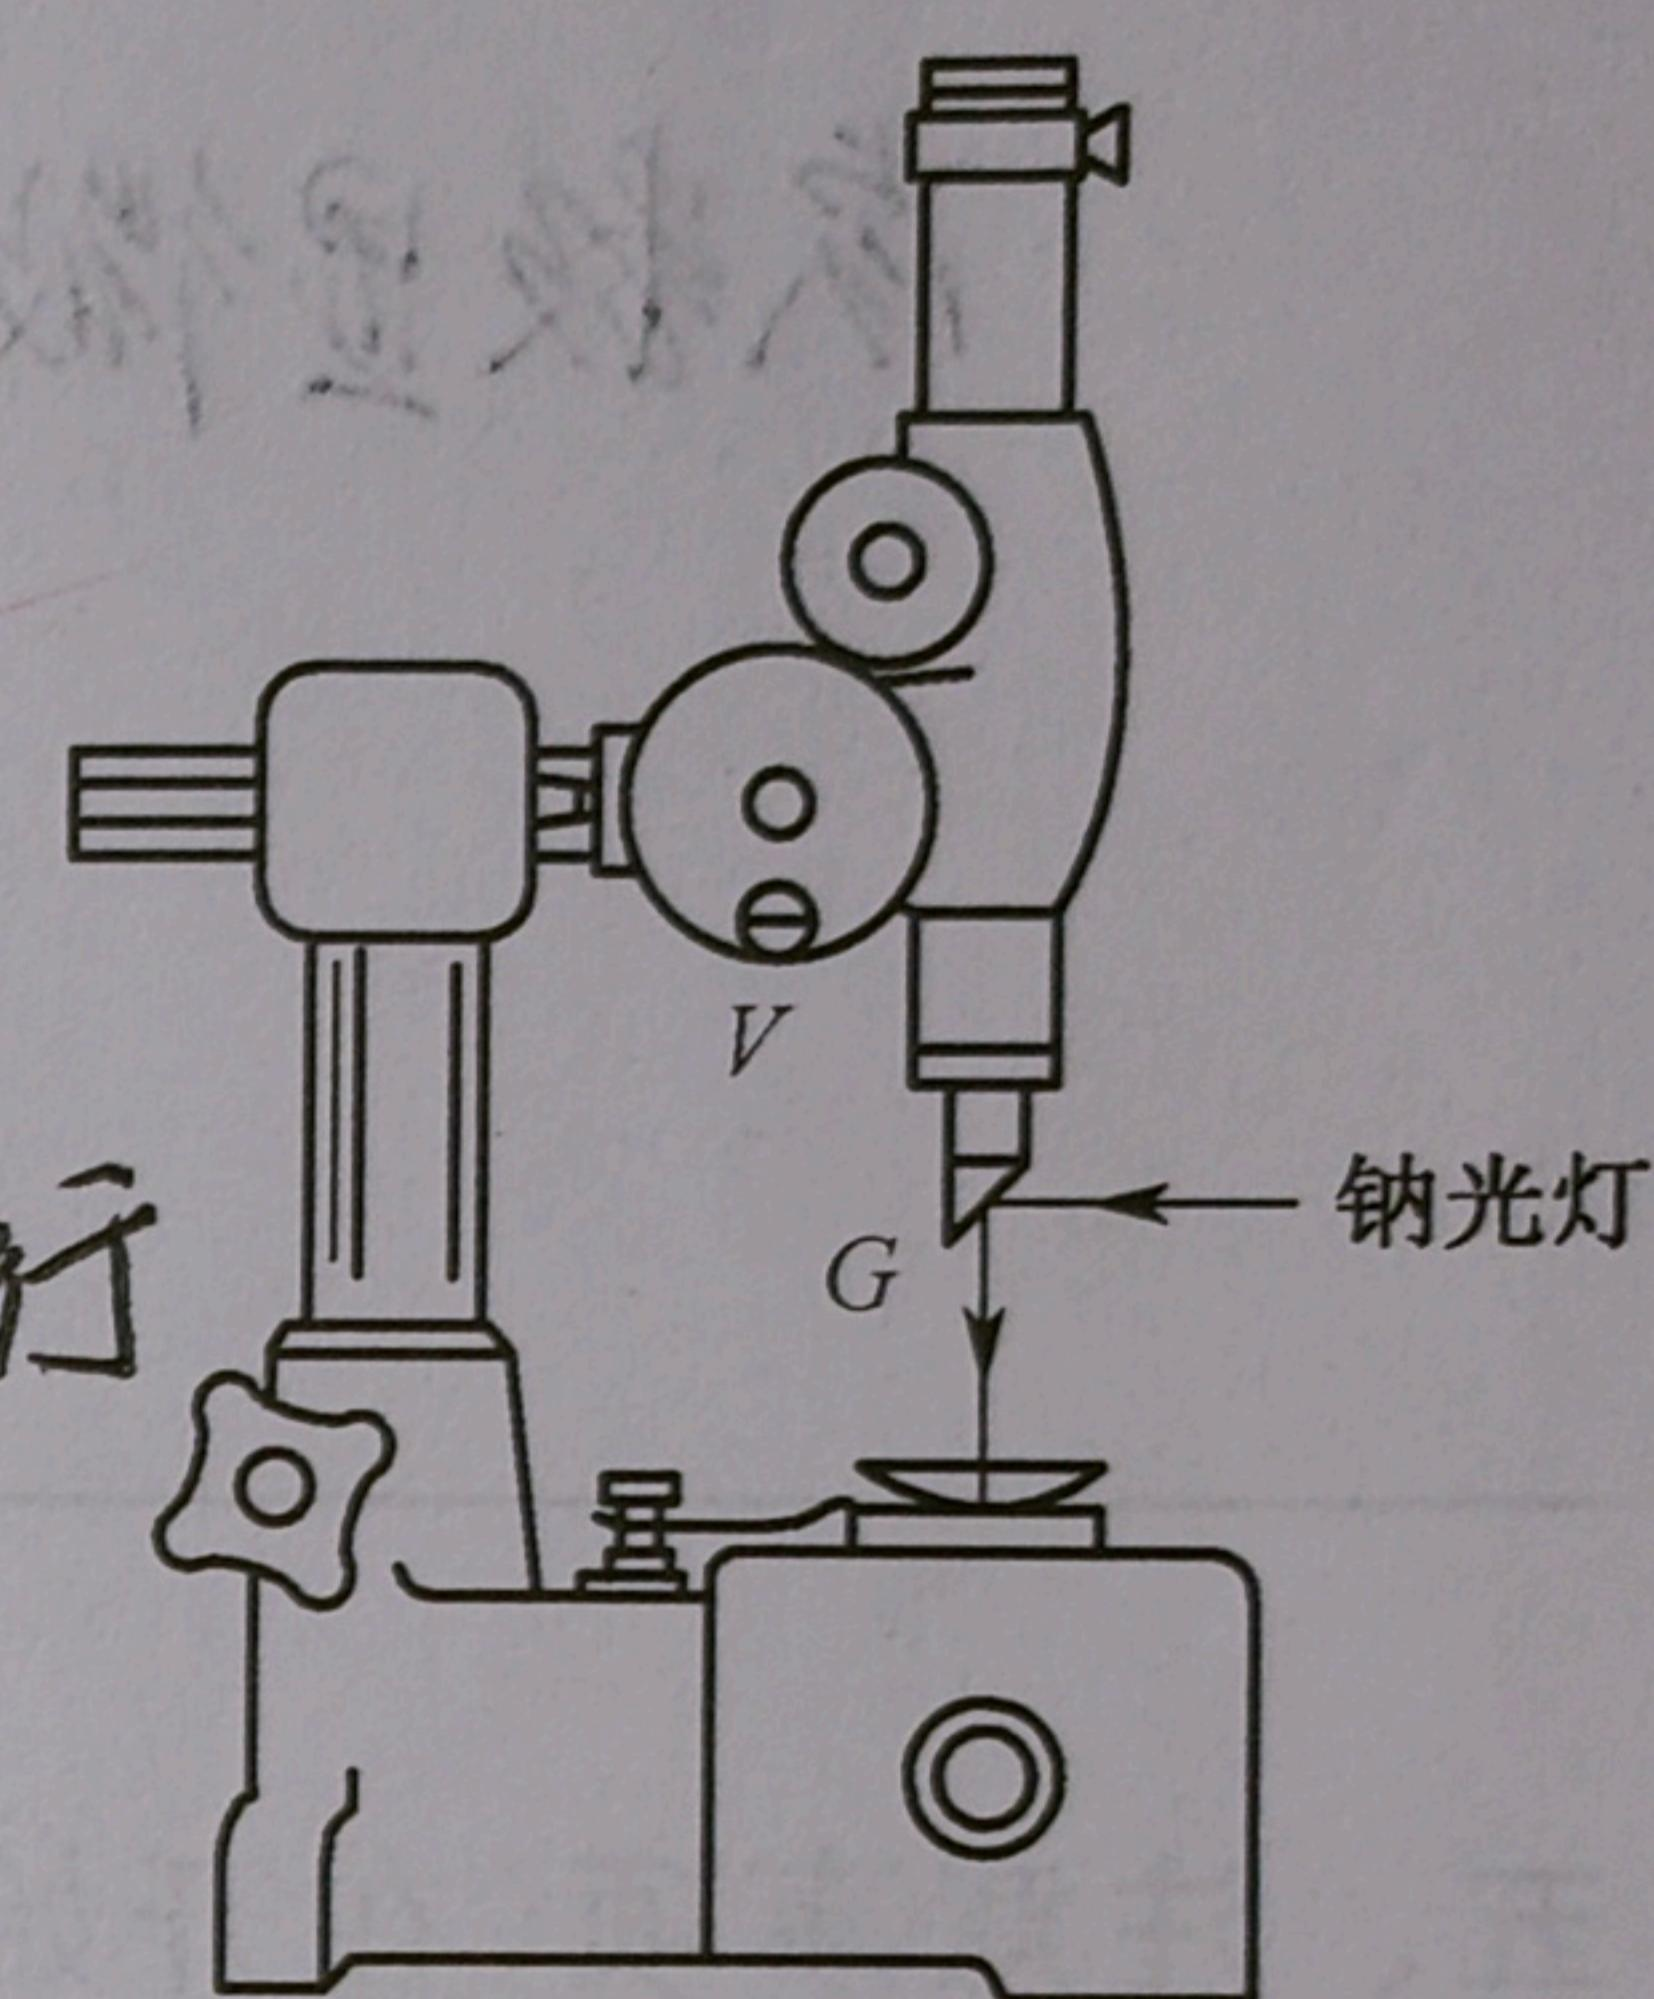

图 13-3 读数显微镜外形图
1. 读数显微镜外形图如图 13-3 所示。启动钠光灯，使显微镜物镜下的 45° 反光玻璃对准钠光灯，并与光源中心等高、靠近。